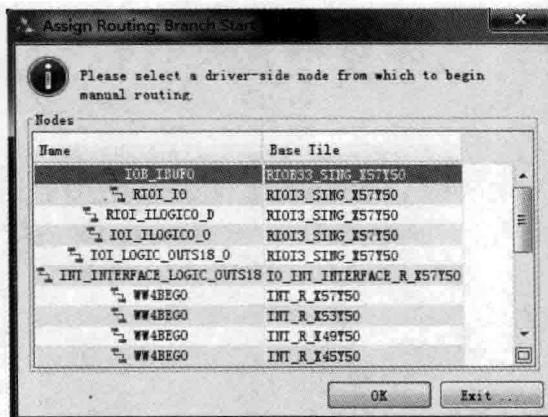

图 8.14 为分支分配布线对话框界面
- (5) 单击 OK 按钮。
- (6) 如图 8.14 所示，出现 Assign Routing : Branch Start 对话框界面。在该对话框界面中，选择开始布线驱动器一侧的节点。
- (7) 单击 OK 按钮。并按前面的方法分配布线。